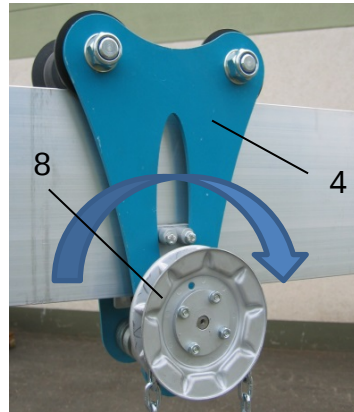

Abb. 4
- Laufkatze (4) in die Trägermitte schieben und durch Drehen des Feststellers (8) gegen Wegrollen sichern (Abb. 4).
- Hebezeug aushängen und die Laufkatze (4) in Trägermitte durch Drehen des Feststellers (8) gegen Wegrollen sichern (Abb. 4).